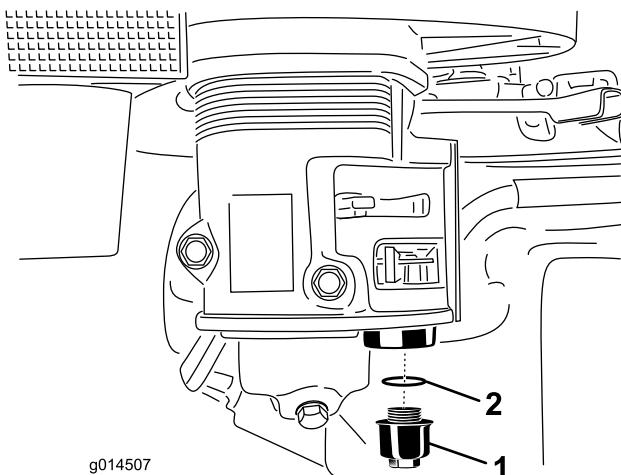

Figure 17
2. Dévissez la cuvette de décantation. Attention à ne pas perdre le joint torique (Figure 17).